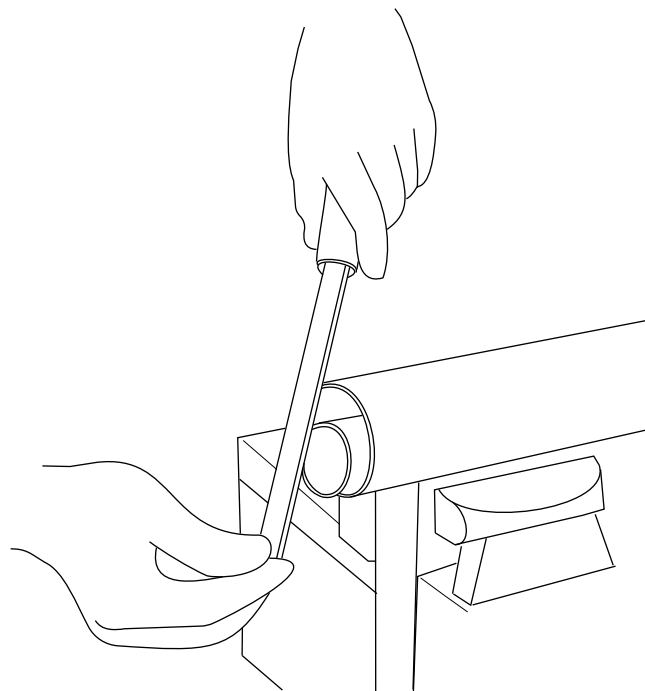

Figure 14
l'arbre d'entrée du boîtier d'engrenages sont les plus éloignés l'un de l'autre (Figure 14).
11. Maintenez les sections de l'arbre de transmission parallèles entre elles et vérifiez qu'elles se chevauchent sur 150 mm (6 po) ou plus (Figure 14).